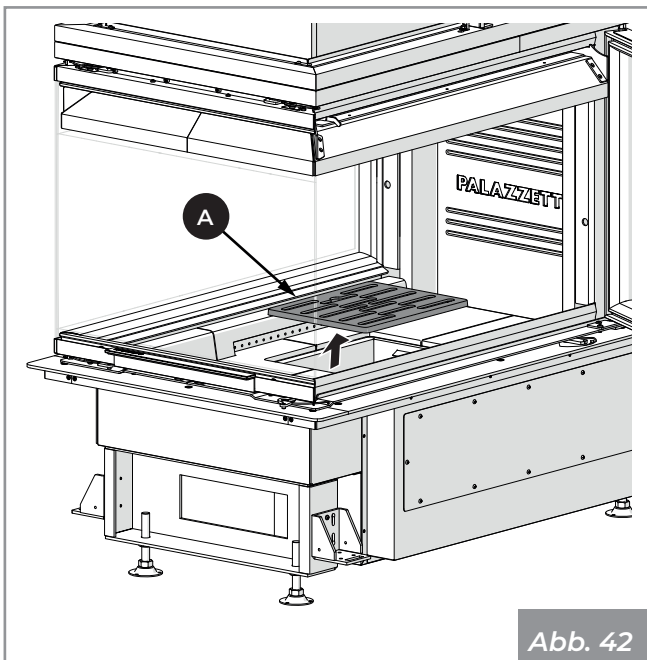

Abb. 42
- 1) Stellen Sie sicher, dass das Gitter **(A)** (**Abb. 42**) frei von jeglichen Verbrennungsrückständen ist, die den freien Luftdurchgang behindern könnten. Das Rost herausnehmen und mit einem kleinen Besen (nicht mit geliefert) die Verbrennungsrückstände von der Feuerstätte in die Aschelade fegen. Achten Sie auf glühende Glut.